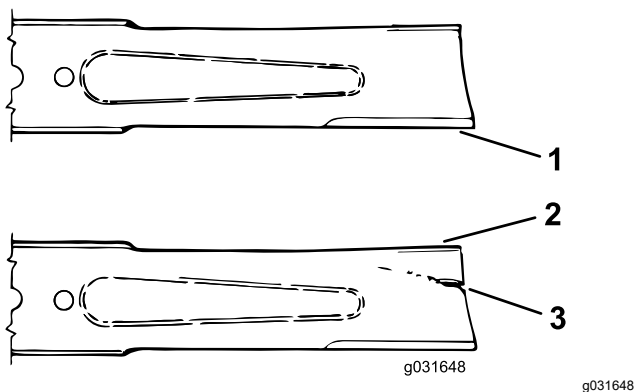

Figura 73
- Verificate accuratamente i taglienti, con particolare attenzione ai punti d'incontro delle sezioni piatta e curva della lama (Figura 73).